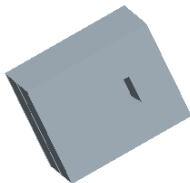
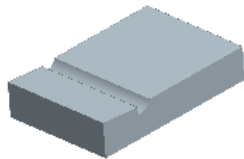

图 27.21 着色后的体积块（三）
图 27.22 着色后的体积块（四）
Step3. 在“体积块分割”操控板中单击 **体积块** 按钮，在“体积块”界面中单击 **1** **体积块_1** 区域，如图 27.21 所示，然后在选中的区域中将名称改为 PIN_01_BODY；在“体积块”界面中单击 **2** **体积块_2** 区域，如图 27.22 所示，然后在选中的区域中将名称改为 PIN_01_MOLD。